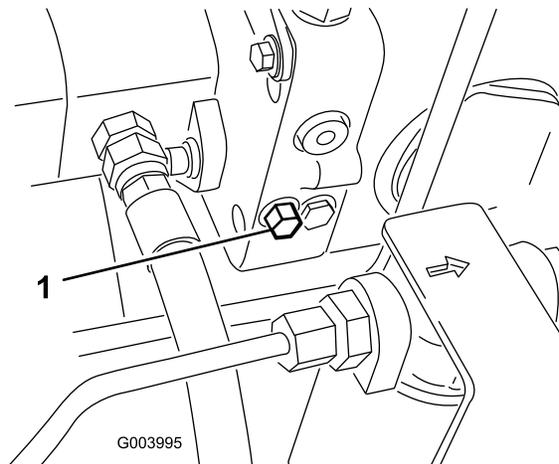

Рисунок 40
1. Чтобы открыть перепускной клапан и обеспечить внутренний перепуск масла, поверните болт клапана на 1,5 оборота (Рисунок 40).